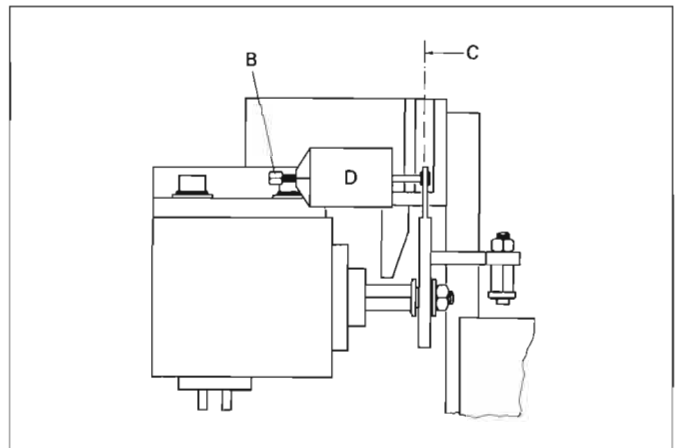

Fig. 3.6
- wechselweise Taste PLAY und STOP drücken und die Bewegung des Schwenkträgers beobachten. Durch Drehen der Sechskantmutter [B] am Kolbendämpfer\* (Fig. 3.6) die Dämpfung so einstellen, dass sich der Schwenkträger kontinuierlich und nicht ruckartig in die PLAY- oder STOP-Position begibt
Der Kolbendämpfer muss so eingestellt sein, dass sich der Schwenkträger (Cassette eingelegt) beim Drücken der Tasten PLAY und STOP schnell aber ohne ein zu starkes Anschlageräusch in die jeweilige Position bewegt. Dieser Vorgang muss innerhalb von 0,5 bis 0,8 s ausgeführt sein. Bei zeitweisem Blockieren des Schwenkträgers ist die Dämpfungspumpe [D] (Fig. 3.6) und die Achse [C] auf Leichtgängigkeit zu prüfen. Der Kolbendämpfer\* wird mit Schraube [B] eingestellt. Die Einstellung muss bei Betriebstemperatur des Andruckmagneten erfolgen.